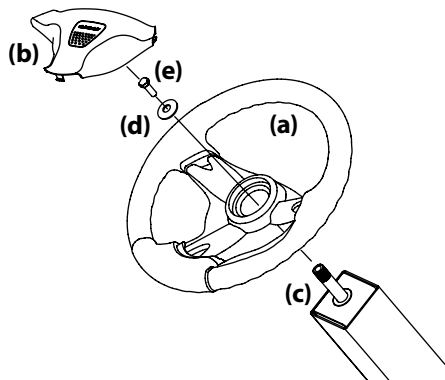

Figura 2-7
1. Retire los elementos de ferretería para fijar el volante (a) que están debajo de la tapa del volante (b). Extraiga con cuidado la cubierta del volante (b) mediante palanca para retirar los elementos de ferretería. Consulte la Figura 2-7.
2. Con las ruedas del tractor ubicadas rectas hacia adelante, coloque el volante (a) sobre el eje de dirección (c). Consulte la Figura 2-7.
3. Coloque la arandela plana y la arandela Belleville (d) por encima del volante (a) y ajústela con el tornillo hexagonal (e). Consulte la Figura 2-7.
4. Coloque la cubierta del volante (b) sobre el centro del volante (a) y empuje hacia abajo hasta que calce en su lugar. Consulte la Figura 2-7.